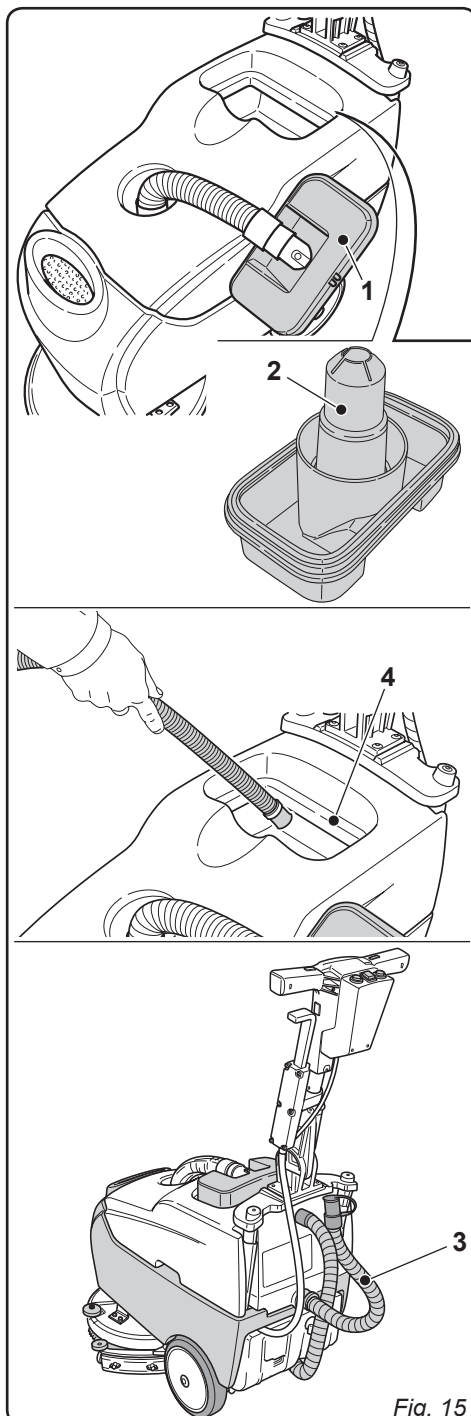

Fig. 15
11.1.b - Limpieza del depósito de agua de retorno (Fig. 15)